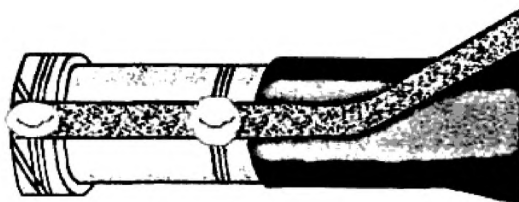

Рис.12. Пайка (провод заземления должен припаиваться одновременно на обе бронеленты)
- произвести пайку (провод заземления должен припаиваться одновременно на обе бронеленты) (рис.12);